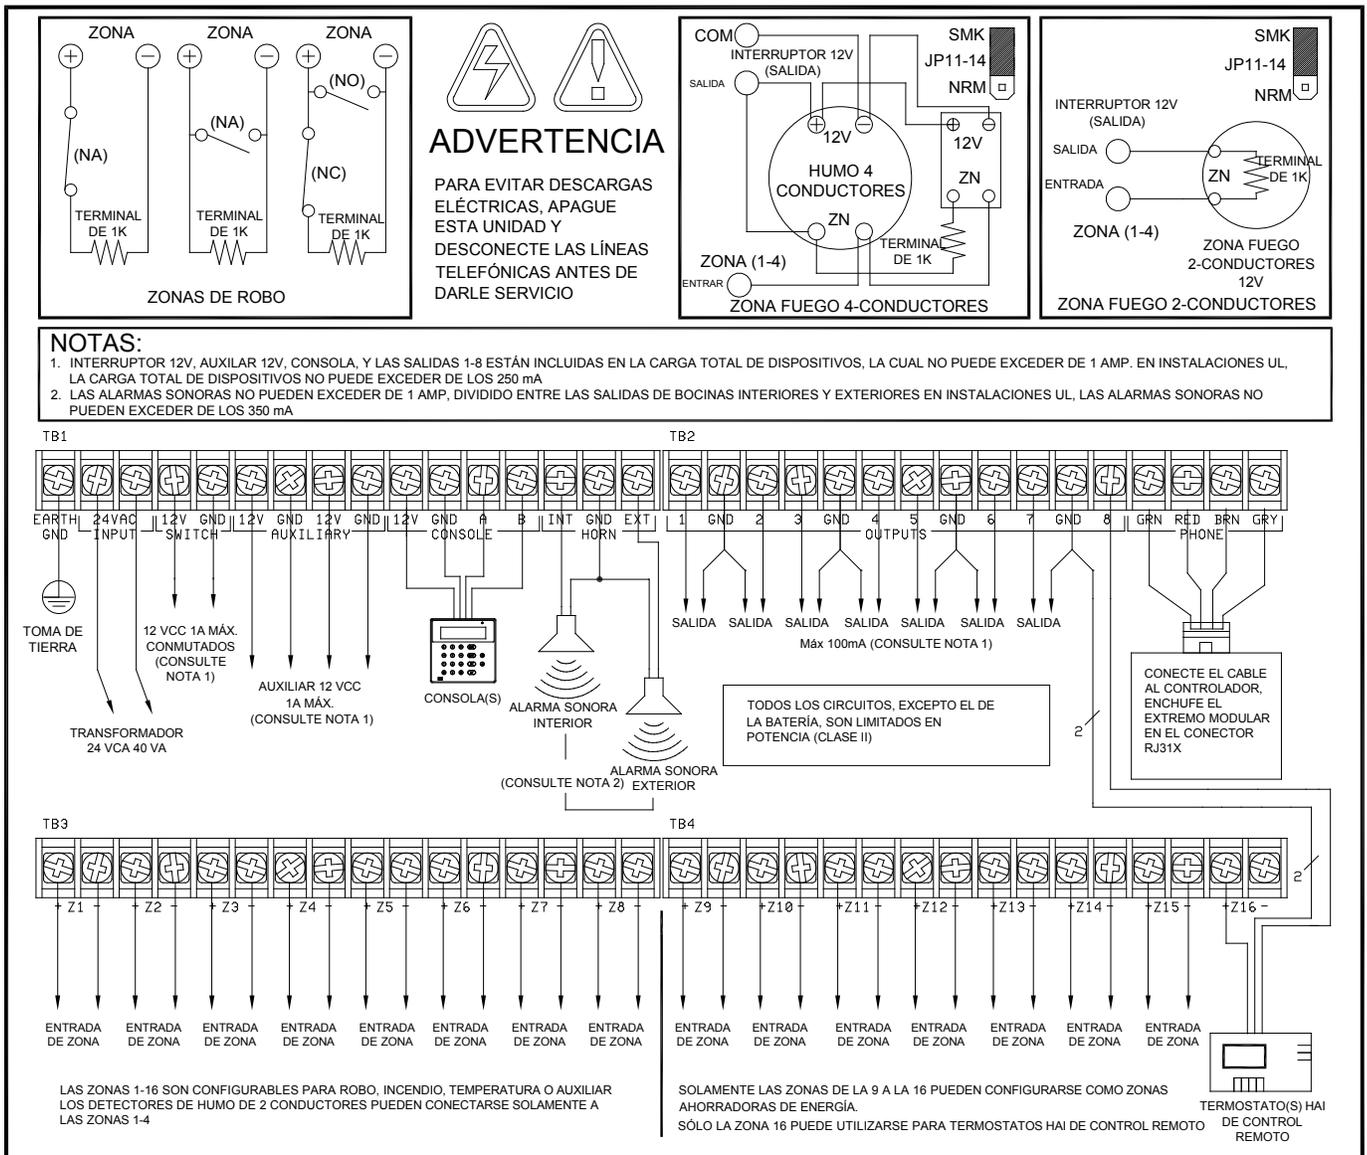

FIGURA 2 - DIAGRAMA GENERAL DE CONEXIONES
6. Consulte la **FIGURA 2 (DIAGRAMA GENERAL DE CONEXIONES)** para ver las configuraciones de las zonas de robo.